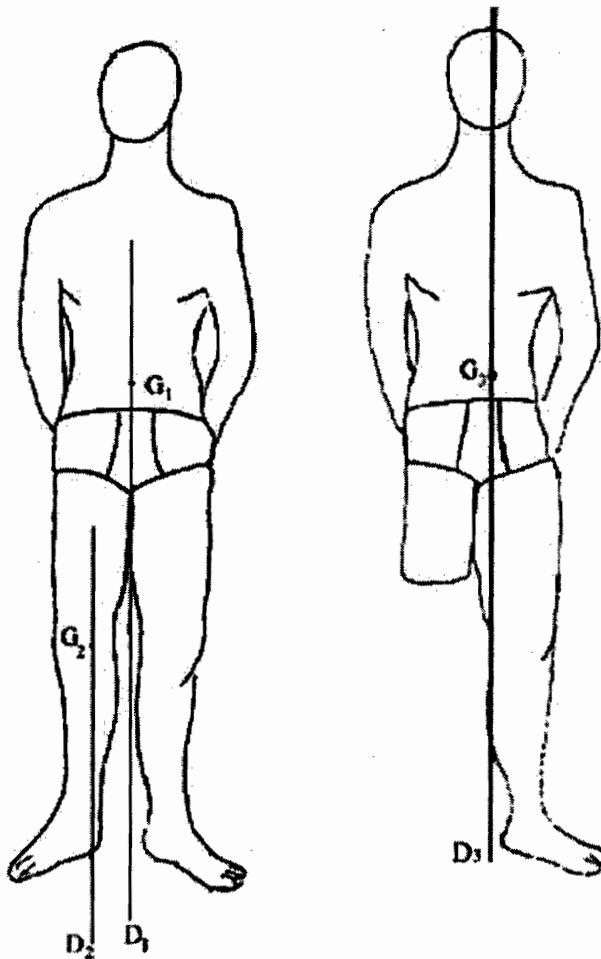

Figure 3
- 3.1- L'homme étant amputé d'une partie du membre inférieur droit – cette partie ayant un poids P_2 – exprimer d_3 en fonction de P_1 , P_2 et d_2 (**figure 3 et 4 ci-dessous**).
- 3.4- La personne amputée peut-elle être en équilibre telle qu'elle est représentée sur la **figure 3** ? Justifier.